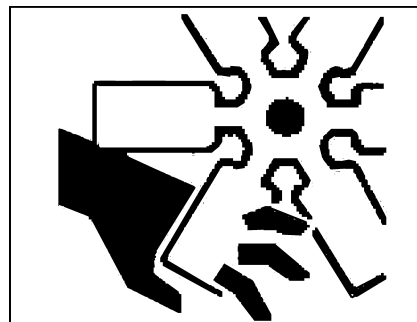

Рис. 1–54
**I. Эфир (если ваша машина оснащена эфирным устройством холодного запуска) (рис. 1–55)**